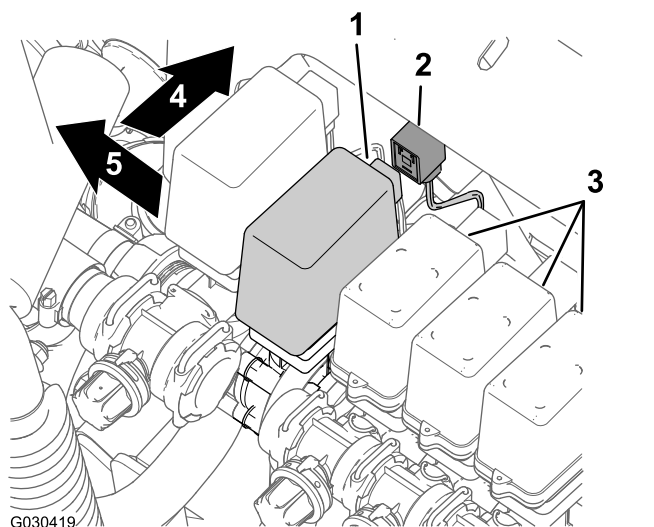

图 12
1. 在机器背面找到机器后主线束的 3 插槽接头其贴有清洁加药器的标签 图 12。
2. 将主线束的清洁加药器接头从清洁加药器阀的 3 舌形接头中拆下 图 12。